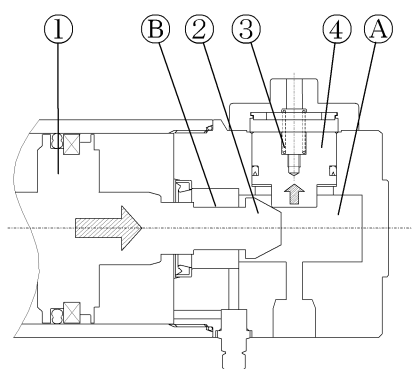

図1
- (a) シリンダのピストン①がストロークエンドに近づくと、ストップピストン④はスリーブ②の斜面に沿って押し上げられます。(図1)